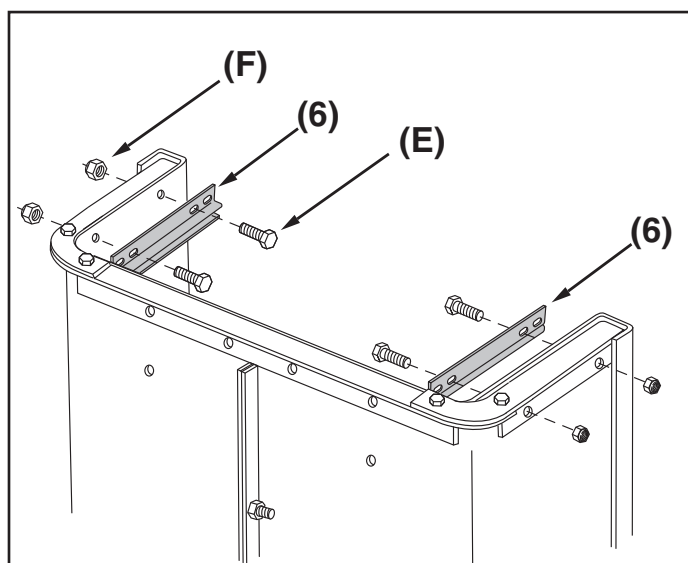

FIGURA 6
PASO 6: (VEA LA FIGURA 6)
- Sujete las guías de la compuerta trasera (6) utilizando cuatro pernos hexagonales de 1/4" x 3/4" (E) y tuercas de seguridad (nylock) de 1/4" (F).